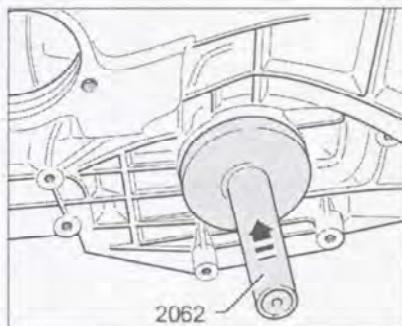

Рис. 7.282. С помощью специального инструмента запрессуйте новый сальник приводного вала.
11. С помощью специального инструмента запрессуйте новый сальник приводного вала (рис. 7.282).